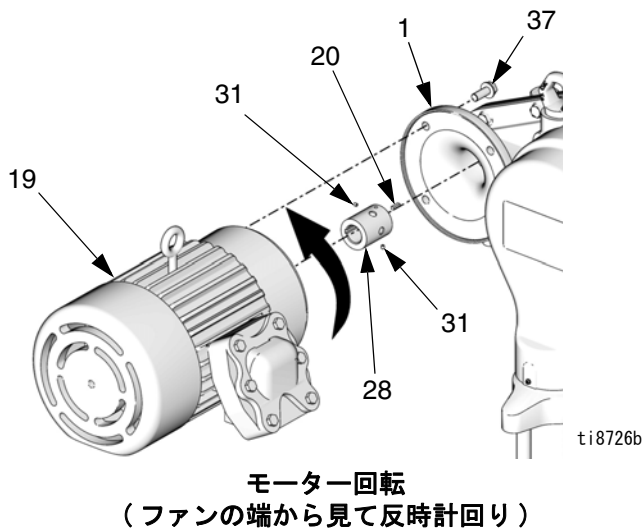
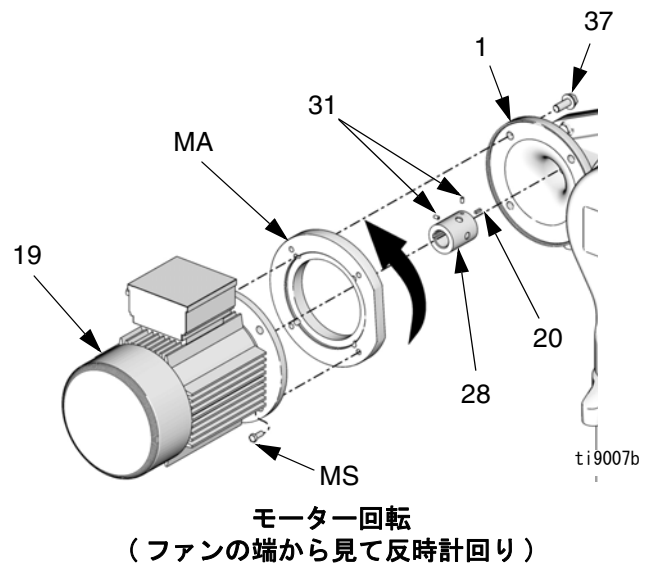

図 22. 全ての NEMA 182/184 TC フレーム 電動モーター
図 23. IEC 112M/B5 および 100L/B5 フレーム電動モーター
注：すべての NEMA 182/184 TC フレーム電動モーターについては、図 22 を参照してください。IEC 112M/B5 および 100L/B5 フレーム電動モーターについては、図 23 を参照してください。
注：IEC 112M/B5 または 100L/B5 フレーム電動モーターを取り付ける際は、モーターをギア減速機に取り付ける前に、モーターアダプター (MA) およびネジ (MS) が所定の場所にあることを確認します。図 23 を参照してください。